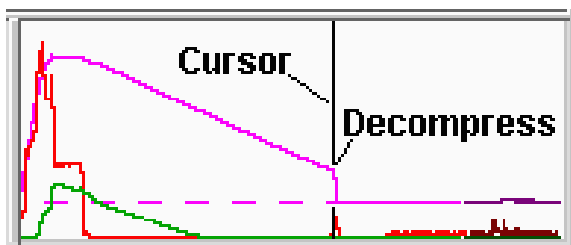

Figure 9. Exemple de graphique de cycle avec la décompression fixée.
- Regardez la pression d'injection et les courbes de volume et placez le curseur au point exact du début de la décompression. Si la décompression est fixée, la courbe ressemblera au graphique dans la Figure 9.